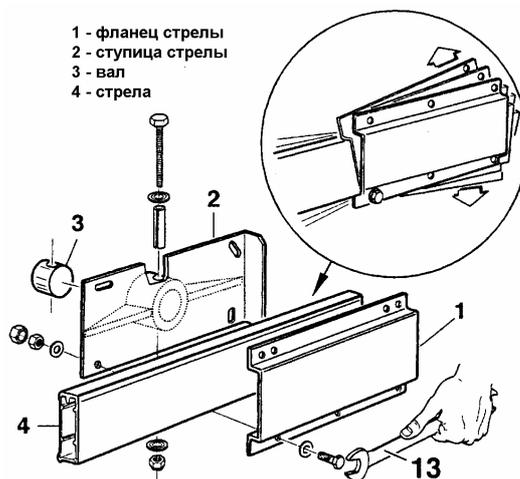

Рис. 9 Крепление стрелы.
4. Закрепите нижний фланец стрелы на валу шлагбаума при помощи трубки-штифта. Закрепите стрелу шлагбаума при помощи верхнего фланца и болтов с гайками (рис. 9). Предварительно, отрегулируйте наклон стрелы в небольших пределах смещением верхнего фланца 1 относительно нижнего фланца 2;